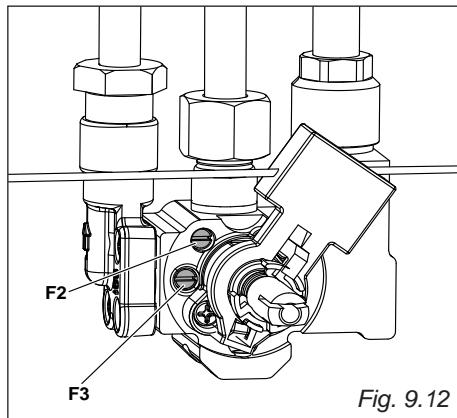

Fig. 9.12
- En vous servant d'un tournevis, tournez la vis "F3" jusqu'à l'obtention du bon réglage (fig. 9.12).
- En vous servant d'un tournevis, tournez la vis "F2" jusqu'à l'obtention du bon réglage (fig. 9.12).